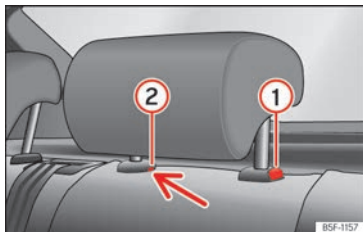

Abb. 100 Kopfstütze hinten ausbauen.
- Drücken Sie die Taste » » (Abb. 100) ① sowie gleichzeitig mit einem Schlitzschraubendreher (Breite max. 5 mm) in die Öffnung der Verriegelung ② und ziehen Sie die Kopfstütze heraus.